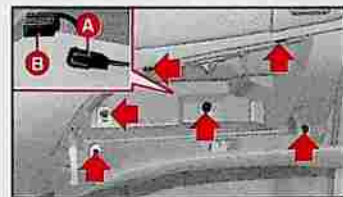

fig. 99
- câbles de connexion à l'antenne bifonction (connecteur **A**-fig. 99)